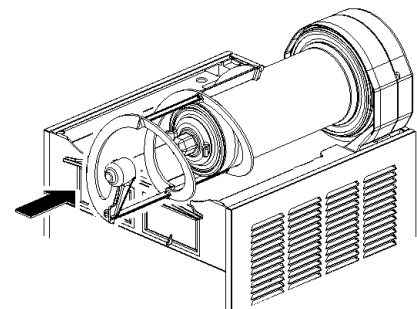

figura 15
- 6 Colocar sobre el evaporador el rascador exterior acoplado su extremidad anterior al arbol del rotor magnetico externo (ver figura 15).